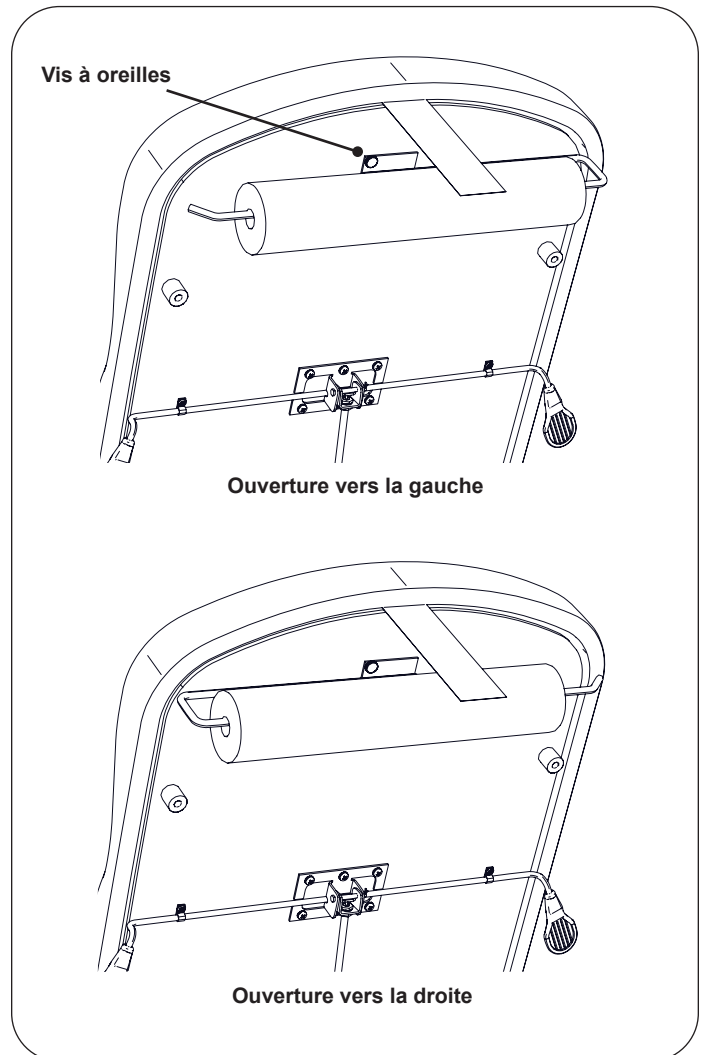

Figure 7. Installation du porte-rouleau de papier
1. Déterminer l'orientation souhaitée pour le porte-rouleau de papier. (Voir les choix en Figure 7.)